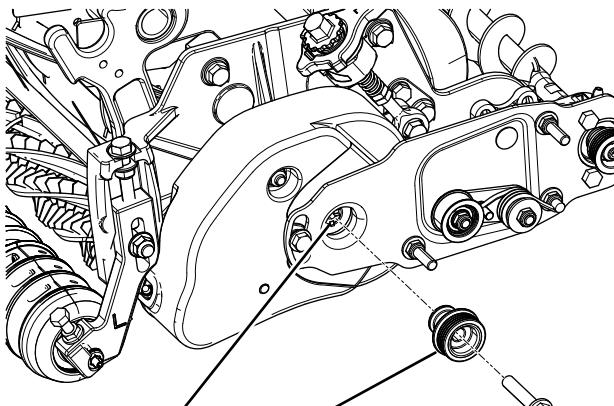

Bild 12
2. Befestigen Sie die Antriebsscheibe an der Antriebswelle (Bild 12).
3. Befestigen Sie die Riemscheibe mit einer Bundkopfschraube (3/8" x 2") an der Antriebswelle, siehe Bild 12.